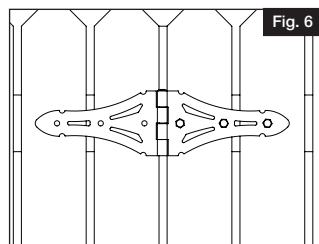

Fig. 6
- Position gate at desired height on post. Horizontal rails on gate should be even with horizontal rails on fence (Fig. 6).
- Placer la barrière à la hauteur désirée sur le poteau. Les traverses horizontales de la barrière doivent être alignées sur les traverses horizontales de la clôture (Fig. 6).
- Coloque el portón a la altura deseada en el poste. Los travesaños horizontales del portón deben estar a la misma altura que los travesaños horizontales de la valla (Fig. 6).